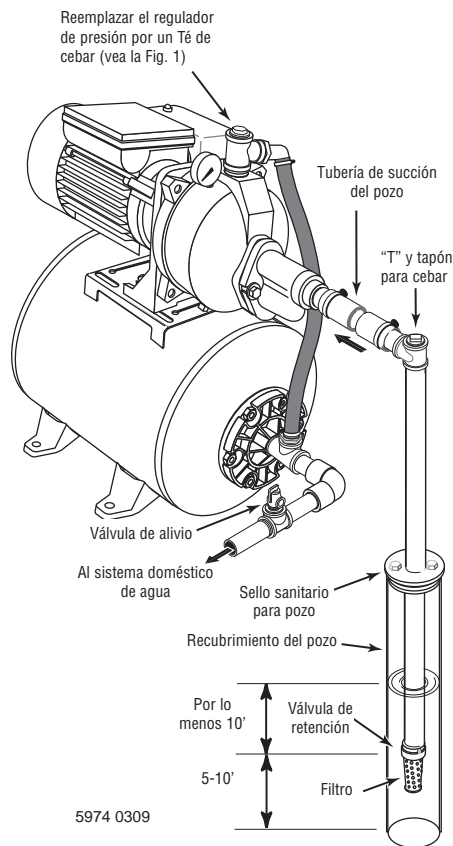

Figura 7 : Instalación de Pozo Recubierto
Instalación de pozo entubado, tubería de revestimiento de 2" o mayor (Figura 7)
- Paso 4. Ensamble la válvula de pie, el colector y la tubería del pozo (vea la Figura 7). Verifique que la válvula de pie funcione libremente.